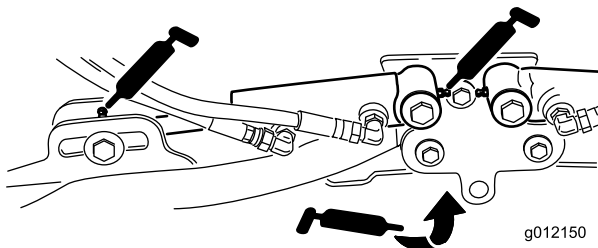

Figura 107
- Cilindrii braului de ridicare a unităii de tăiere (câte 2) (Figura 107)
- Pivoi ai braului de ridicare (1 pentru fiecare) (Figura 107)